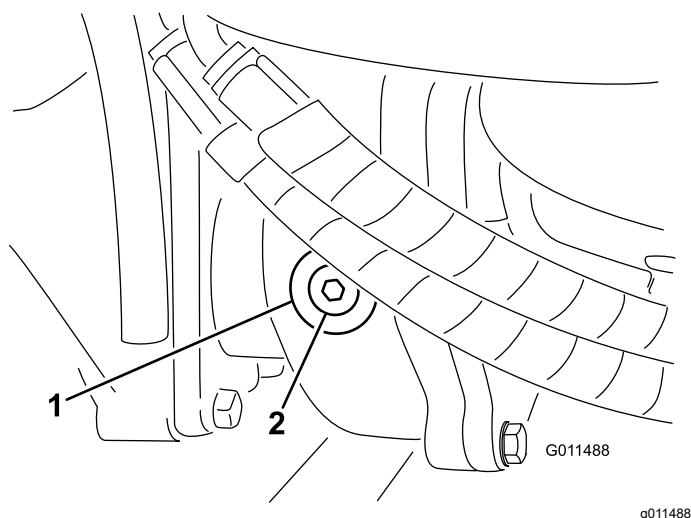

Figura 108
2. Retire o tampão de verificação/enchimento que se encontra na zona esquerda da caixa de engrenagens e certifique-se de que existe lubrificante até ao fundo do orifício (Figura 108).